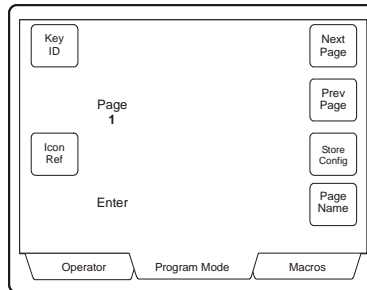

Figure 4.2 : menu de configuration de macro
3. Appuyez sur la touche logicielle MACRO CONFIG (CONFIGURATION DE MACRO). Le menu de configuration de macro s'affiche (figure 4.2).
Une fois le titre achevé, appuyez sur la touche logicielle ENTER (ENTRÉE). Le menu de l'éditeur de texte se ferme et le menu de configuration de macro est réapparaît à l'écran (figure 4.2).
1. Sur la page de configuration de macros (figure 4.2), appuyez sur la touche logicielle STORE CONFIG (ENREGISTRER LA CONFIGURATION).